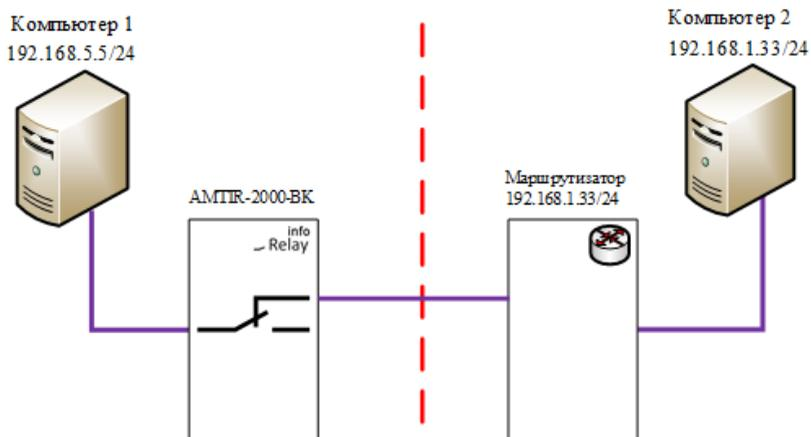

Рис. 11. Изоляция участка сети
- Использование Изделия для изоляции участков сетей, например при обнаружении сетевых угроз, Рис. 11. В данном случае обязательно применение AMTIR-2000-